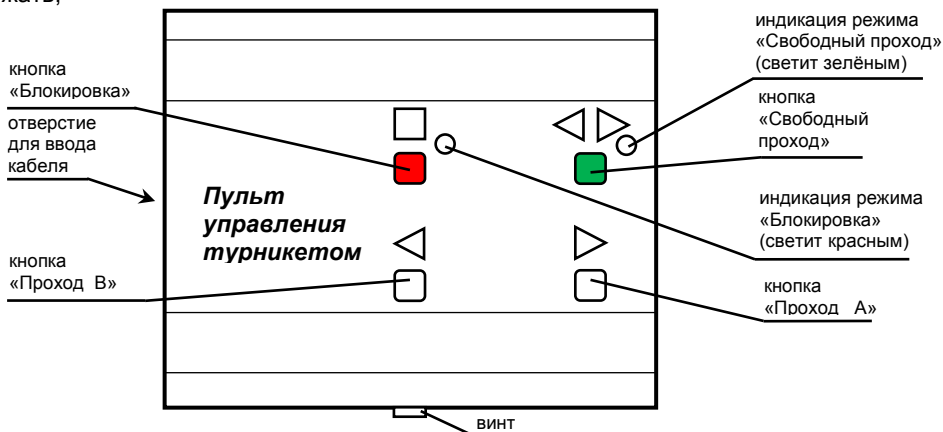

Рис.2 Внешний вид пульта управления
Пульт управления турникетом (рис.2) предназначен для ручного дистанционного управления турникетом. Имеет четыре кнопки для включения (отключения) следующих режимов турникета:
Нажатое положение кнопок «◀▶» и «■» индицируется соответствующими светодиодами на пульте управления (рис.2).
- подключите кабель пульта управления к клеммнику Х4 платы управления турникетом и к клеммнику пульта (выкрутите винт – рис.2, снимите крышку, на крышке пульта расположена плата с клеммником, проденьте кабель в отверстие, подключите кабель согласно схеме подключения – рис.8, зафиксируйте кабель хомутом, соберите пульт);
- в режиме «Ожидания» нажмите на кнопку «Проход А» (рис.2). На индикаторе состояния засветится зелёная стрелка – разрешен однократный проход, проверните планки по направлению стрелки. После проворота засветится красный крестик – турникет снова в режиме «Ожидания»;